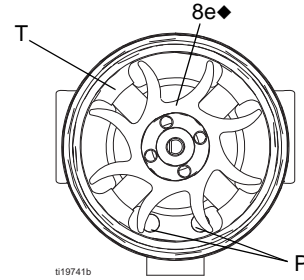

FIG. 39. Fan Yönelimi
- 3 kablolu konektörün (PC) iki dış terminali arasındaki direnci ölçün; bu değer 2,0-6,0 ohm olmalıdır. Direnç bu aralığın dışındaysa, türbin bobinini (8a) değiştirin.
- Gerekirse, fanı (8e) döndürün böylece fan kanatları mahfazanın (8d) dört yatak tırnağını (T) temizler. Bkz. FIGURE 39.
7. İş tezgahındaki bobin tertibatını (8a) fan ucu yukarı bakacak şekilde sabit tutun. Geniş ağızlı tornavida kullanarak, fanı (8e) milden (S) çıkartın.
10. Yeni alt yatağı (8b1.) milin (S) uzun ucuna takın. Yatağın düz tarafı mıknatıstan (M) uzağa doğru bakmalıdır. Bobini (8a) takın böylece yatak kanatları bobinin yüzeyiyle temas edebilir.
12. İş tezgahındaki bobin tertibatını (8a) fan ucu yukarı bakacak şekilde sabit tutun. Fanı (8e.) milin (S) uzun ucuna doğru bastırın. Fan kanatları FIGURE 39 ile gösterildiği gibi yönlendirilmelidir.
13. Bobin üzerindeki pimi mahfazadaki oluk ile birlikte hizalarken bobin tertibatını (8a) mahfazanın (8d.) ön tarafına doğru dikkatli bir şekilde bastırın. 3 telli konektör (PC) mahfaza tırnaklarının geniş dişlerinin (W) altına konumlandırılmalıdır.
14. Fanı (8e) döndürün böylece fan kanatları mahfazanın arkasındaki dört yatak tırnağını (T) temizler. Alt mahfazanın kanatlarının (8b1.) tırnaklar ile hizalandığından emin olun.